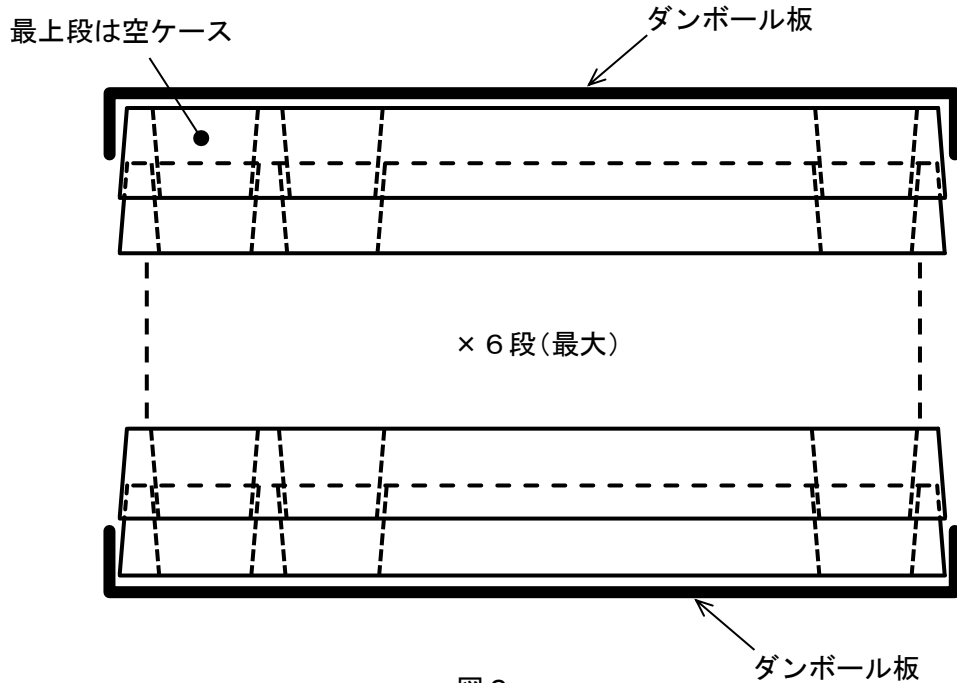

図 2.
- (2) ケースを最大6段重ね（最上段は空）、ケースの変形を防止するためのダンボール板を上下に挟み、ゴムバンドで2か所を固定する。（図2. 参照）